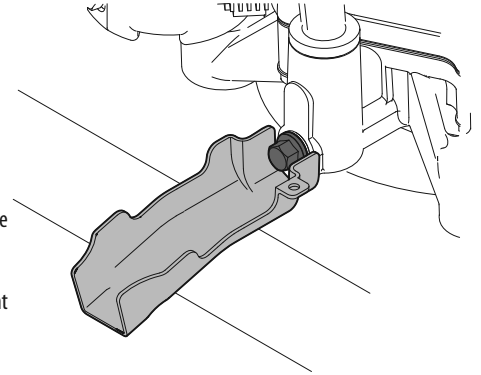

Figure 25
4. Faites enclencher la petite extrémité du manchon de vidange d'huile dans l'espace autour du bouchon de vidange d'huile. Voir Figure 25.